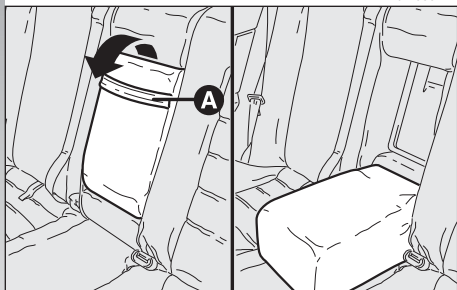

fig. 7
Per utilizzare il bracciolo centrale, abbassarlo come illustrato (fig. 7), usando la maniglia (A).